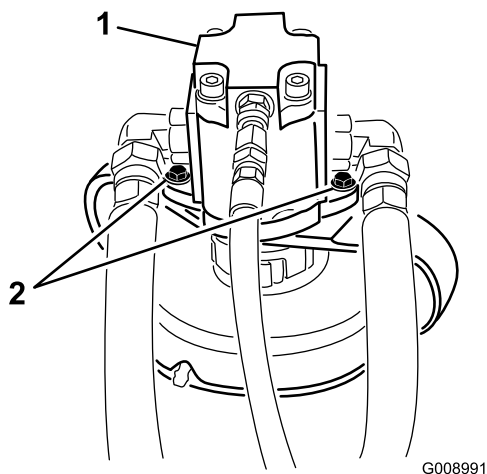

Figure 83
4. Enlevez les boulons qui fixent le moteur hydraulique au plateau de coupe (Figure 83). Soulevez le moteur et placez-le sur le dessus du plateau de coupe.
2. Enlevez les boulons qui fixent le moteur hydraulique au plateau de coupe (Figure 83). Soulevez le moteur et placez-le sur le dessus du plateau de coupe.